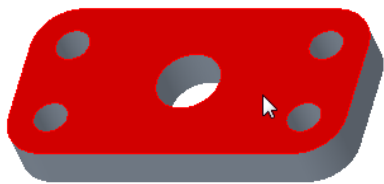

图 3-18 选择草绘平面
- 选取第一个拉伸特征的表面并单击“拉伸”按钮，直接进入草绘环境，如图 3-18 所示。